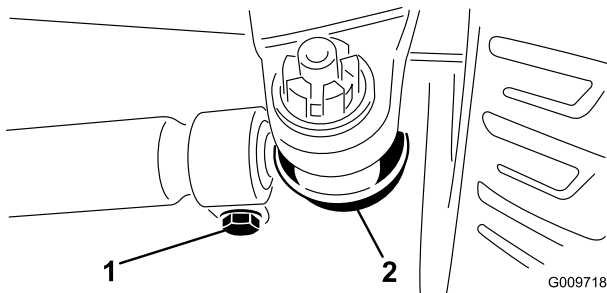

Figura 71
2. Per regolare, togliete la coppiglia e il dado da uno dei giunti a sfera del tirante. Togliete il giunto a sfera del tirante dal supporto della scatola del ponte (Figura 71).
3. Allentate i fermi su entrambe le estremità dei tiranti (Figura 71).